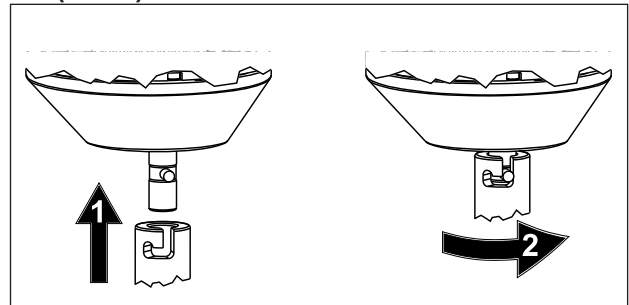

Abb. 4 Das Werkzeug wird in der Bajonettwelle montiert
C. Setzen Sie das gewünschte Werkzeug in die Bajonettwelle ein und drehen Sie es gegen den Uhrzeigersinn, bis es einrastet (**Abb. 4**)